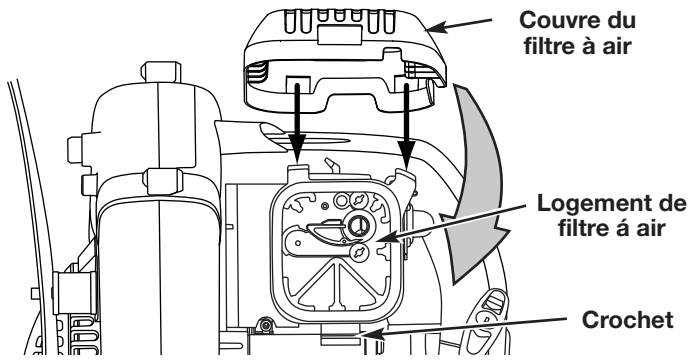

Fig. 25
- Pivotez le couvercle vers la droite jusqu'à ce que la languette du couvercle du filtre s'enfonce d'un déclic dans la fente sur le côté droit du boîtier du filtre (Fig. 25).